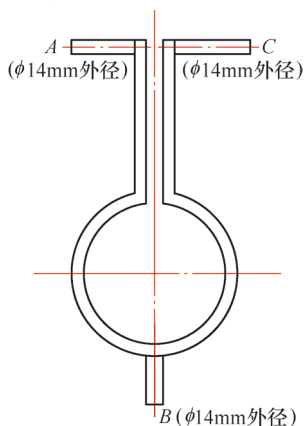

图5 外圆感应器冷却水路
(1) 外圆感应器 图5所示为外圆感应器冷却水路设计。很明显，两侧进水、中间出水，感应器的流量最大，对感应器的使用寿命提高是有利的^[3, 4]。当然，并不是所有的感应器都需要采用“二进一出”“二进二出”的形式，在铜管口径足够、冷却充分的情况下，常规“一进一出”的冷却方式也是可以的。感应器冷却不同进水、出水方式（感应器冷却水流量）见表2。